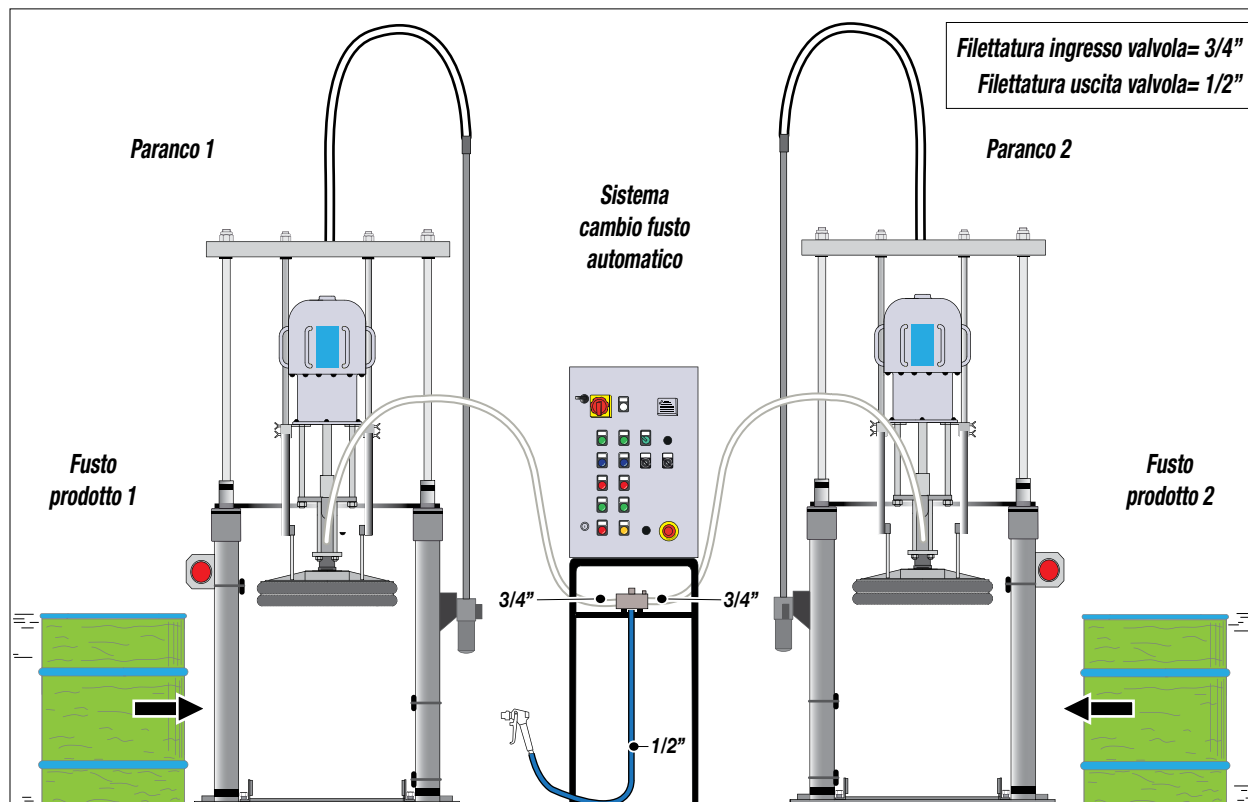

Fig. 1C
- L'operatore procede innanzitutto alla preparazione dei fusti per il *paranco 1* e del *paranco 2* contenenti il prodotto che dovrà essere usato per il dosaggio nel sistema (vedi Fig. 1C) e al caricamento sui paranchi.